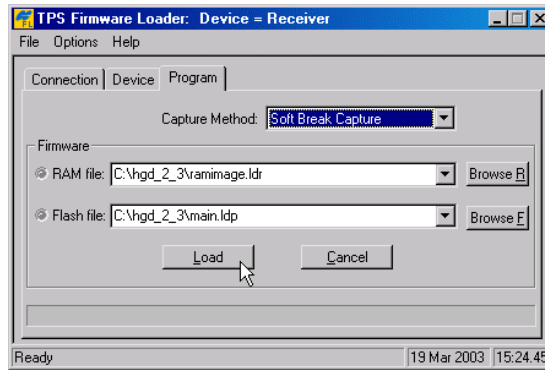

Figure 4-20. Tela do Tab Program
9. *Browse* (Passe pela lista de arquivos) e selecione o arquivo RAM da placa do receptor e o arquivo *Flash* (Fig 4-20).